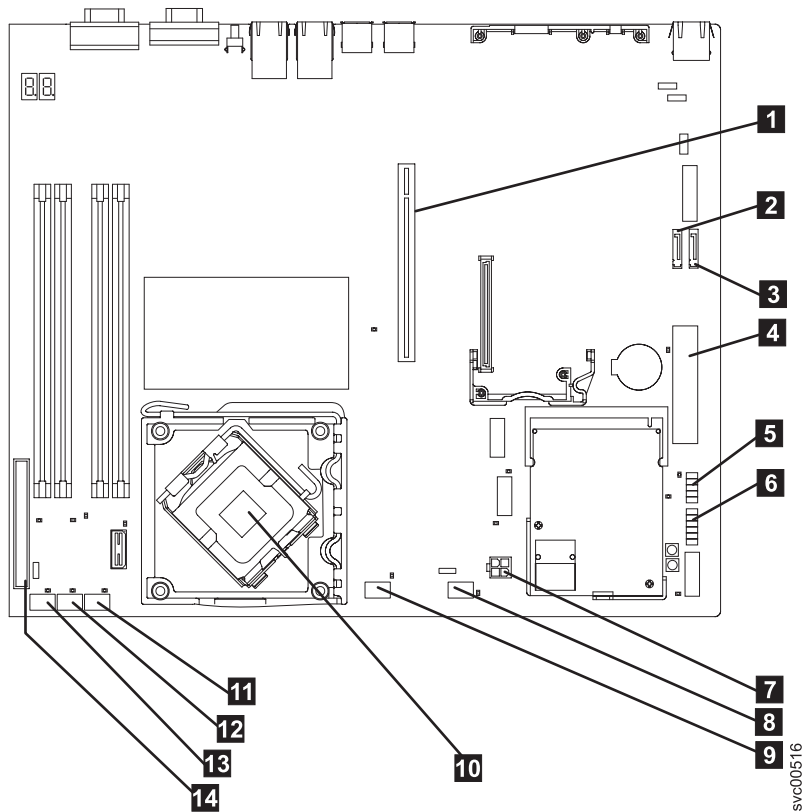

図 192. SAN ポリユーム・コントローラー 2145-8A4 システム・ボードで使用されているコネクター
7. 各ケーブルをどこに取り付けるかがわかるように、ケーブルにマークを付けます。 234 ページの図 192 は、SAN ボリューム・コントローラー 2145-8A4 システム・ボード上のコネクタを示しています。